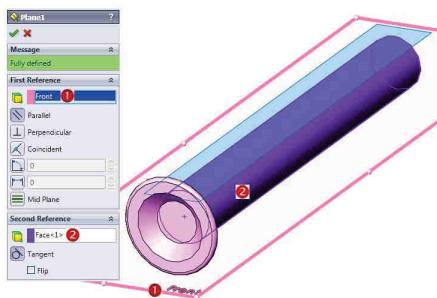
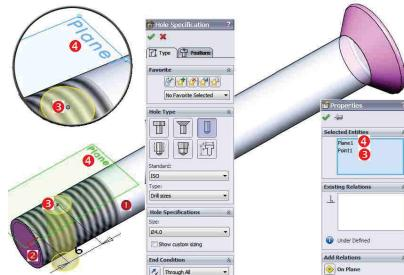

Fig. 2.43
Fig. 2.44
**6 Creare plan de referință:** comanda **Plane** - Fig. 2.43 – **First Reference:** selecție plan **Front** / activare constrângere de paralelism / **Second Reference:** selecție față ② / activare tangentă /  .
**7 Generare gaură φ4:** comanda **Hole Wizard** - Fig. 2.44
- **Positions** - activare caseta **Positions** / click pe față ①/ tasta ESC / cu tasta Ctrl selectează **Plane1** ④ și markerul găurii \* ③/ impunere constrângere **On Plane** /  / preluare comanda **Smart Dimension** / cotare 6 mm între markerul găurii \* ③ și față ② / .
**6 Creation of the reference plane:** the **Plane** command - Fig. 2.43 – **First Reference:** select **Front** plane / activate parallel constraint / **Second Reference:** select the face ② / activate tangent constraint / .
**7 Creation of the φ4 Hole:** command **Hole Wizard** - Fig. 2.44
- **Positions** - activate **Positions** tab/ click on face ① / press ESC / with Ctrl taste pressed select **Plane1** ④ and hole marker \* ③/ set **On Plane** constraint /  / take **Smart Dimension** command / dimension 6 mm between hole marker \* ③ and face ② / .